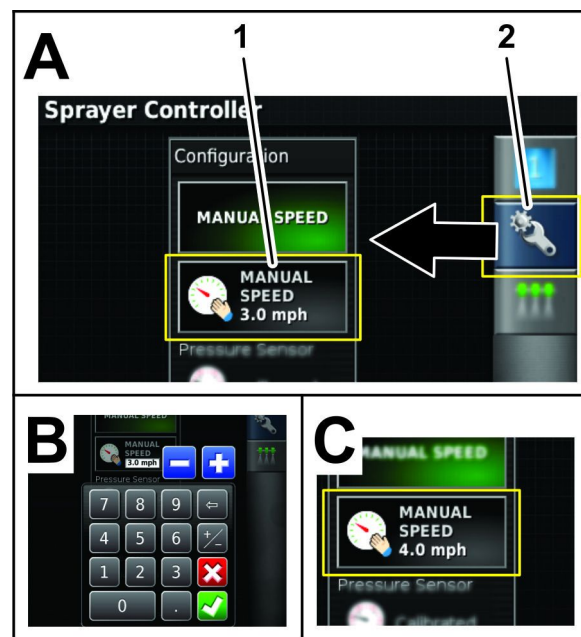

Figure 97
F. Appuyez sur l'icône de saisie de vitesse manuelle (Figure 97).
G. Avec le pavé numérique, saisissez la vitesse simulée et appuyez sur l'icône de confirmation (Figure 97).